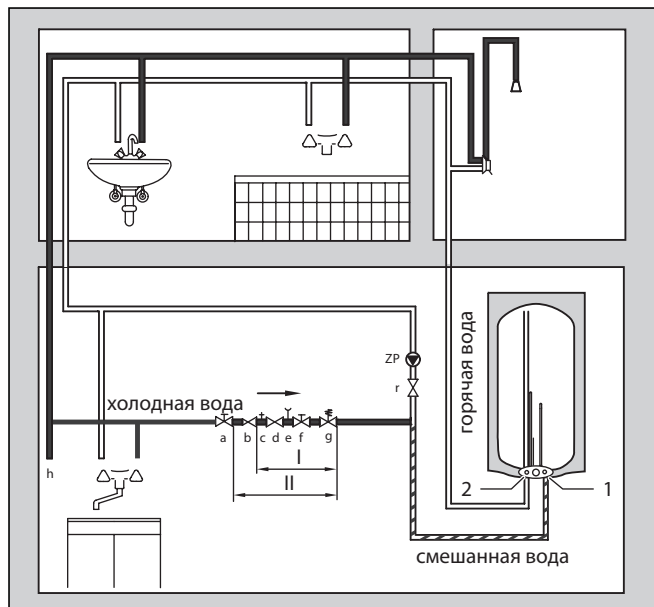

Рис. 7.6 Пример монтажа с циркуляционной линией горячей воды
**При замкнутой системе (герметичная установка) регулярно приводите в действие предохранительный клапан (g, рис. 7.6), чтобы предотвратить заедание из-за отложений извести.**
Продувочный трубопровод (2, рис. 4.1) предохранительного клапана (g, рис. 7.6) должен быть установлен в размере выходного отверстия предохранительного клапана в незамерзающем окружении. Его необходимо установить под наклоном с макс. числом колен 2 и макс. длиной 2 м. Он постоянно должен быть открыт. Он монтируется так, чтобы при продувании люди не подвергались опасности ошпаривания горячей водой или паром.